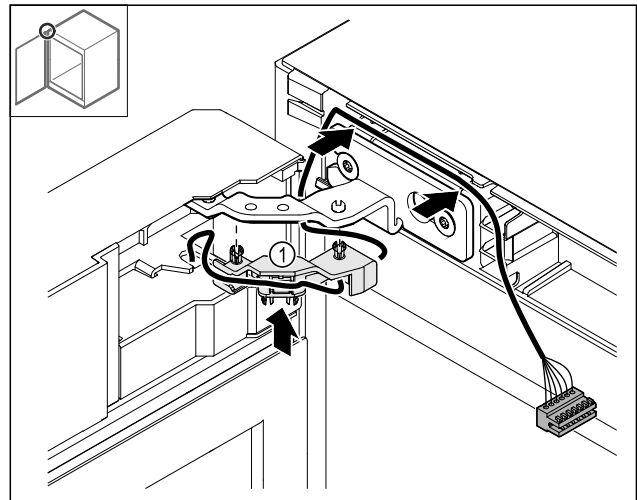

Fig. 44
- ▶ Nyomja be a kábeltartó Fig. 44 (1) a zsanérba.